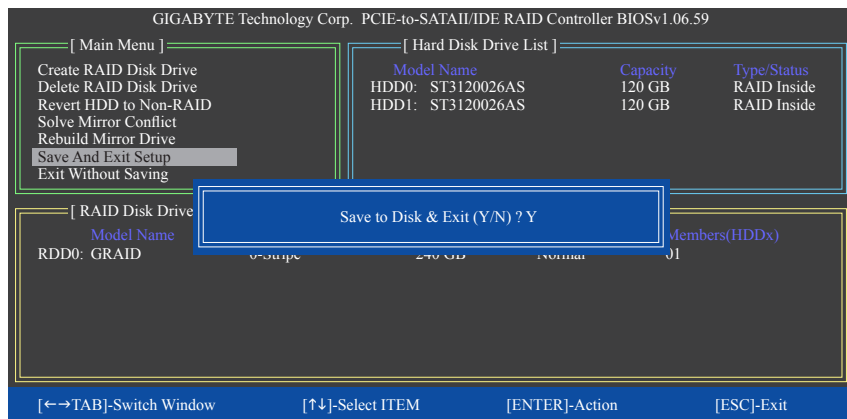

図 10
7. **Save and Exit Setup:** RAIDアレイを構成した後、メイン画面で**Save And Exit Setup**項目を選択し、設定を保存してからRAID BIOSユーティリティを終了し、<Y>を押します (図10)。